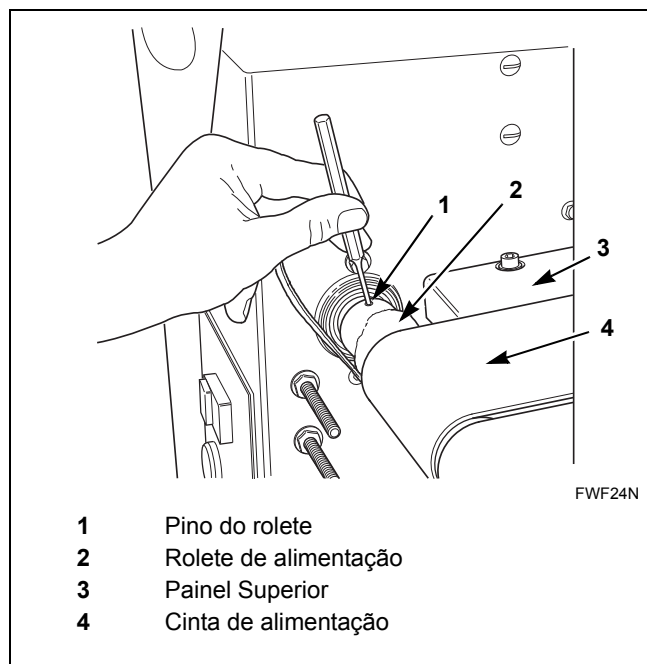

Figura 25
4. Utilizando um punção de bico, retire por completo o pino do rolete de alimentação. Consulte a *Figura 25*.